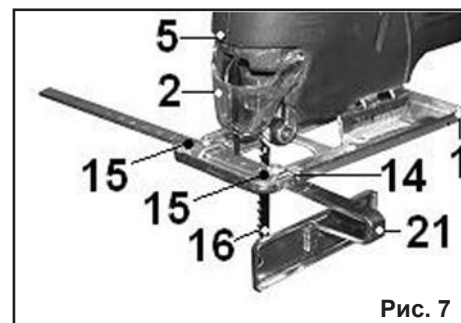

Рис. 7
7.5. Установка параллельного упора (Рис.7).
8.2. Изменение частоты хода пильного полотна (Рис.7). Кроме модели ЛЭ-500/45.